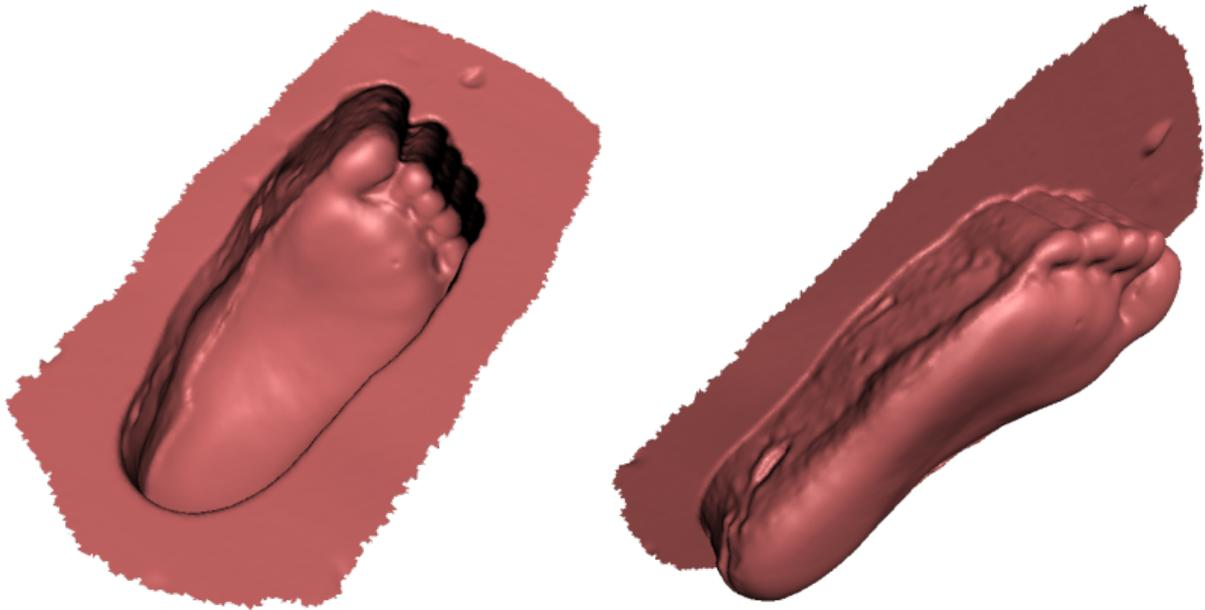

Abbildung 105: Anwendung der Normalen-Inversion: Erzeugen eines Fußmodells (rechts) aus dessen Abdruck (links).
*Normalen-Inversion* ermöglicht das Umstülpen des Modells. Diese Option kann bei der Herstellung von zueinander passenden Abformungs-Teilen nützlich sein oder bei der Gewinnung eines Modells aus dessen Gussform (z.B. einen Schuhleisten aus einem Fußabdruck erzeugen, siehe *Abb. 105*).